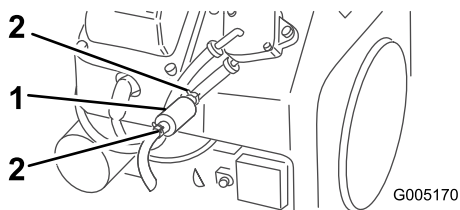

図 30
4. 古いフィルタのクランプをゆるめて脇に寄せる 図 30。
5. 燃料ラインの下に回収容器を置き、燃料ラインからフィルタを外す 図 30。